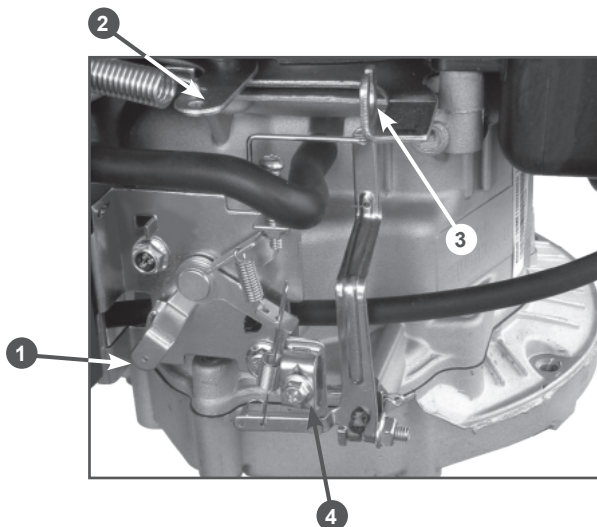

Рис. 3 Основные узлы и органы управления (панель управления)
1. Открутите болт скобы крепления троса газа и снимите скобу 5 крепления троса газа (Рис. 3).